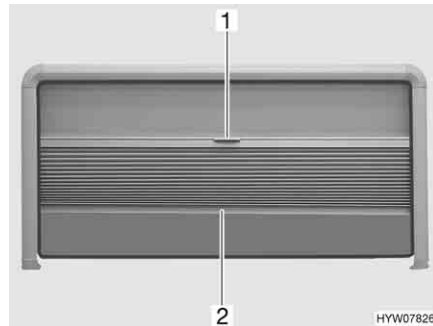

Fig. 37 Finestra apribile
- Afferrare la tendina oscurante pieghevole al centro dell'asta di chiusura (Fig. 37,2) e tirare delicatamente verso il basso.
- Tenere la parte centrale dell'asta di chiusura (Fig. 37,2) della tendina oscurante pieghevole e spingere quest'ultima verso l'alto con cautela.
- Tirare la zanzariera a rullo verso il basso utilizzando la maniglia (Fig. 37,1).
- Spingere la zanzariera a rullo completamente verso l'alto utilizzando la maniglia (Fig. 37,1).